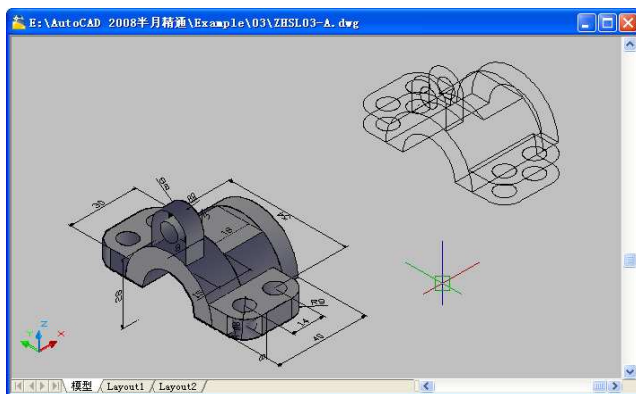

图 3-16 “ZHSL03-A.DWG”文件
- [1] 在 AutoCAD 2008 环境中选择【文件】/【打开】命令, 打开“Example\03\ZHSL03-A.DWG”文件, 如图 3-16 所示。